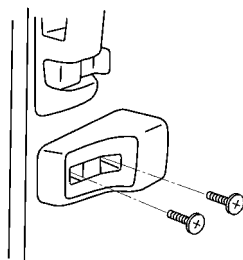

图 17-51 拆下车门开门度挡块
(1) 拆下车门开门度挡块。拆下两个螺钉和开度挡块, 如图 17-51 所示。